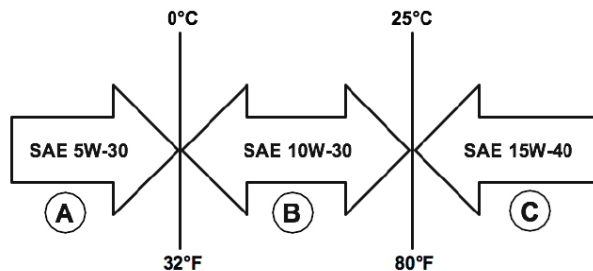

Figure 10 : Huile recommandée
1. Utilisez uniquement l'huile moteur spécifiée à la Figure 10.
7. Sélectionnez l'huile moteur appropriée comme indiqué à la Figure 10.